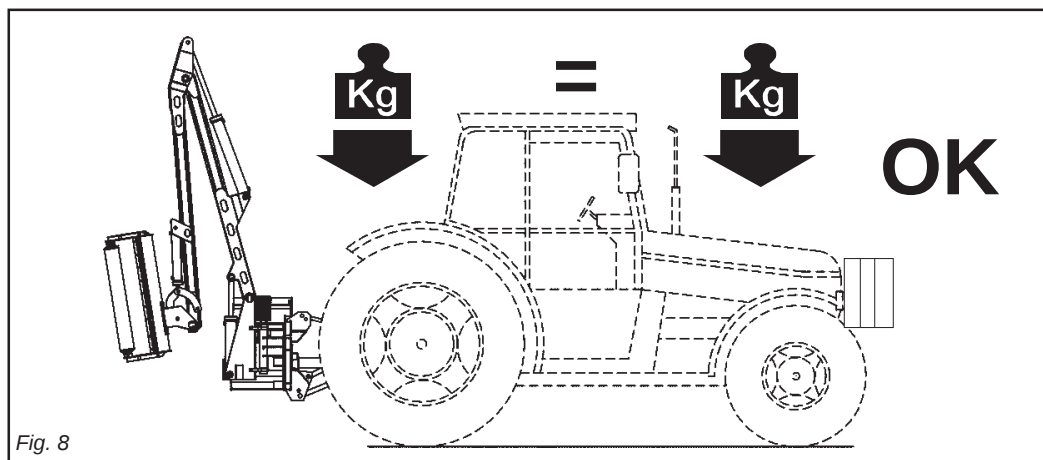

Fig. 8
- 9) L'applicazione della macchina al trattore, comporta una diversa distribuzione dei pesi sugli assi. È consigliabile pertanto aggiungere apposite zavorre nella parte anteriore del trattore in modo da ripartire adeguatamente il peso sugli assi (Fig. 8).
- 9) Assembly of a implement on the tractor will shift the weights on the axles. It is therefore advisable to add weights to the front part of the tractor in order to balance the weights on the axles themselves (Fig. 8).
- 9) Aplicarea utilajului la tractor, manifestă o distribuție diversă a greutatea pe axe. Așadar, se recomandă adăugarea unor greutăți în partea anterioară a tractorului, pentru echilibrarea greutatea pe axe (Fig. 8).